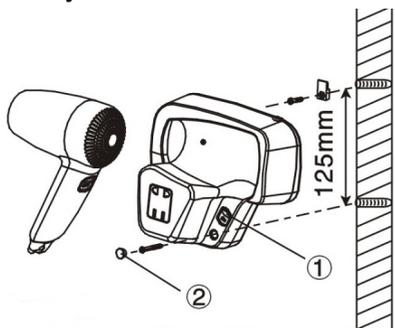

Рисунок 4
- **Установка со штепселем:** Определить место для монтажа прибора. Рекомендуемая высота установки при стоячем использовании - 1.6 м, при сидячем использовании - 1.2 м. Просверлить два монтажных отверстия Ø6 мм согласно рисунку 3. В монтажные отверстия вставить дюбеля, прикрепить верхний кронштейн к стене винтом. Корпус фена навесить на кронштейн, выровняв и совмещая с нижним отверстием закрепить корпус винтом и закрыть его пробкой 2. Производителем предусмотрена установка модели HAD-120-18B(B1) в выдвижной ящик (см. рисунок 4 и 5).